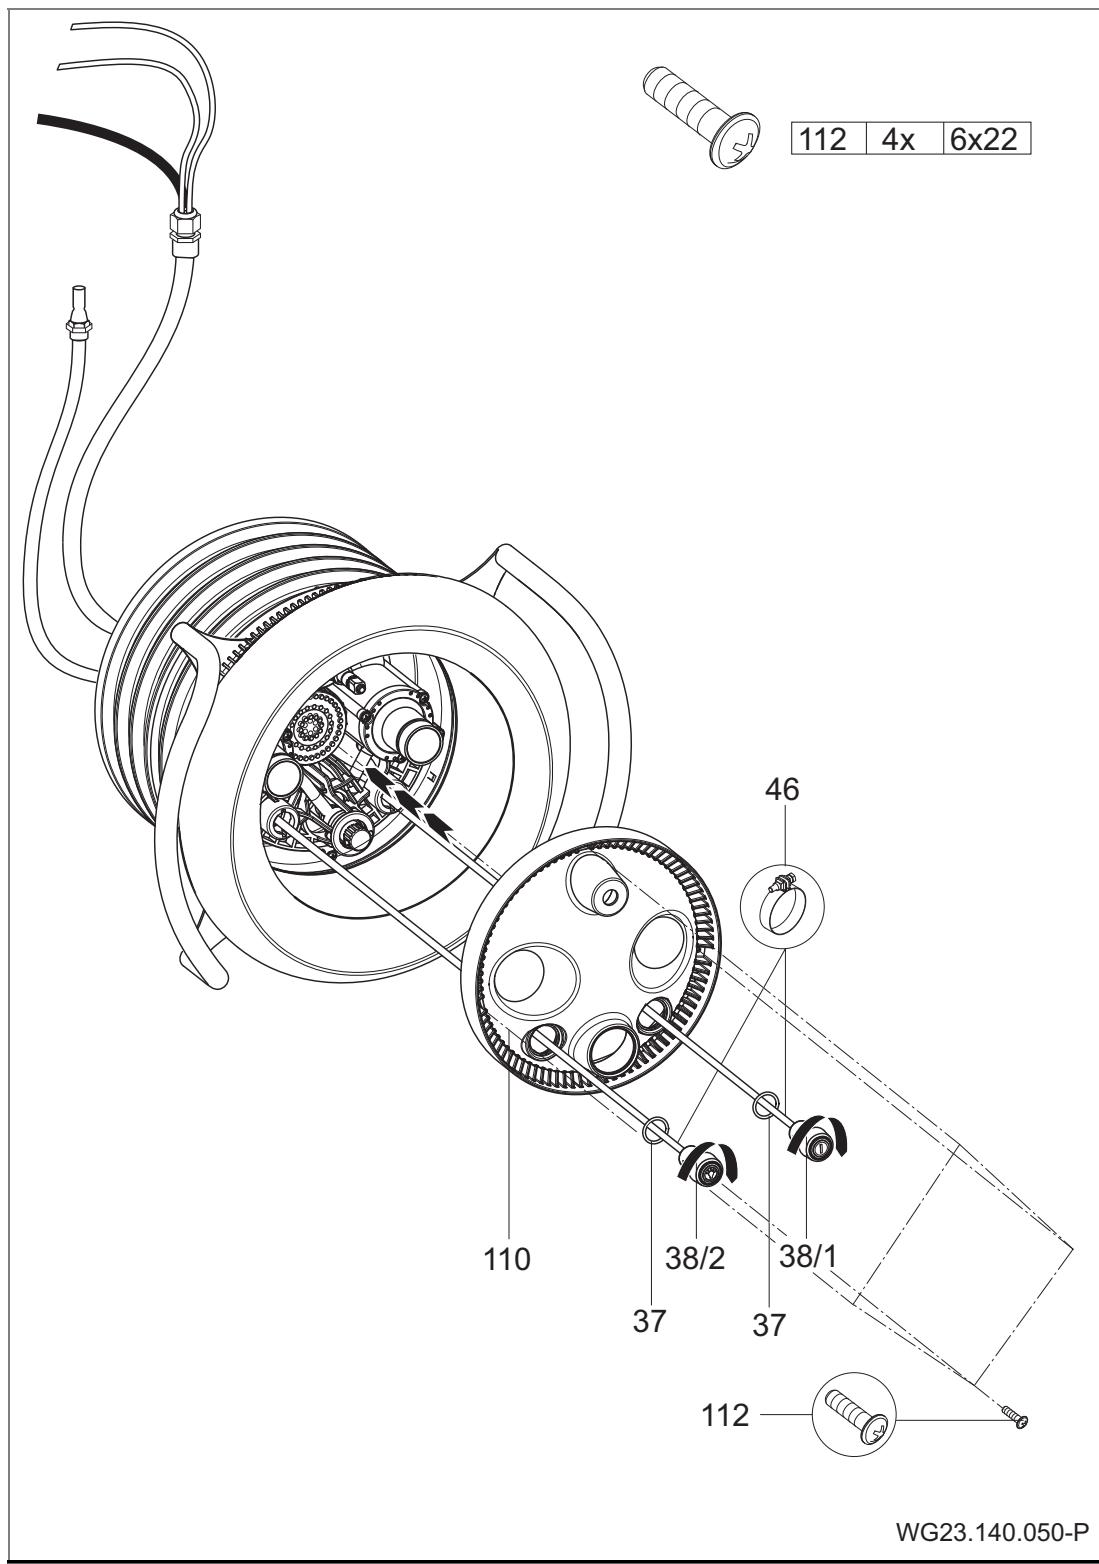

Fig. 18
10. Condurre i tubi pneumatici attraverso le aperture inferiori/esterne della copertura della luce (110); luce ON/OFF a sinistra; pompa ON/OFF a destra. Centrale la copertura della luce (110) sull'alloggiamento degli ugelli (102.1) e fissarla con le quattro viti autofilettanti (112). (Fig. 18)
11. Applicare un O-Ring (37) su ogni pulsante pneumatico (38/1;38/2). Fissare i tubi pneumatici ai rispettivi pulsanti con le fascette stringitubo (46). Inserire i due pulsanti pneumatici nell'alloggiamento degli ugelli attraverso la copertura della luce (110) e bloccarli ruotandoli in senso orario. (Fig. 18)